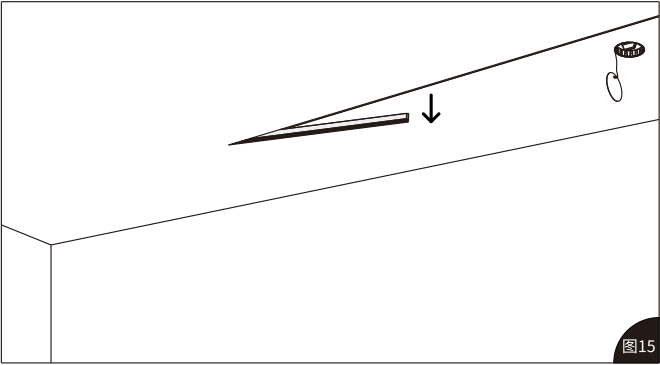

图15
9、待批灰固化以后，将轨道里面的防尘条逐条取下，如图15所示。
9、将导电接头安装到灯体内，如图15所示：